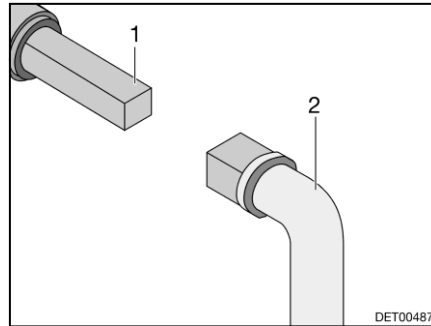

Bild 107 Bedienung Abwasserhahn
- Schlüssel (Bild 107,2) auf Vierkant (Bild 107,1) stecken.